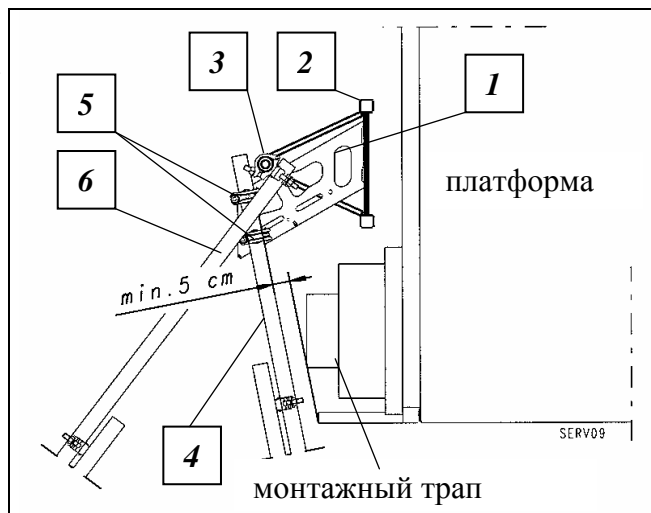

Рис. 25 Крепление мачты
**Если используются удлиняющие трубки, то выступающие части трубок не должны заходить в зону движения монтажного трапа, - Опасность столкновения! (см. рис. 25)**
- Закрепить телескопическую трубу (6) жестким соединительным зажимом на внутренней стороне мачты круглой трубы мачты (момент затяжки **50 Нм**), вытянуть к стене и там закрепить анкерными креплениями. Горизонтальное расстояние между обеими закрепленными анкерами трубами выбирать по возможности шире. (Минимальное расстояние обеих крепежных пластин зависит от расстояния между мачтой и зданием; в случае большего расстояния использовать удлиняющие трубки).
- Прямоугольное выравнивание мачты может осуществляться обеими соединениями с лесами (рис. 25 поз. 5).